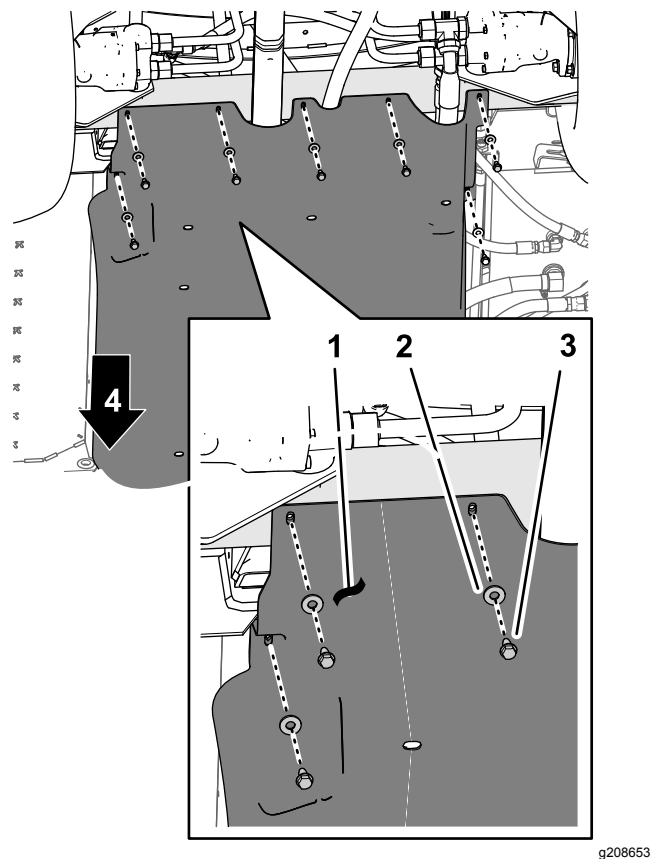

図 180
4. キャリッジ下シュラウドの後部にある穴を、シャーシの穴に合わせる 図 180。
5. キャリッジ下シュラウドの後部をシャーシにに取り付けるステップ 112 キャリッジ下シュラウドキットオプションを取り外す (ページ 23) で取り外したフランジヘッドボルト5/16 x 7/8" 7本とワッシャ5/16" 7枚を使用する 図 180。